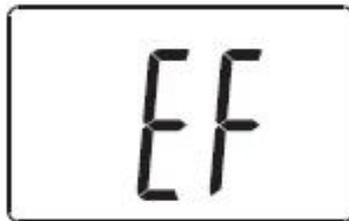

图4
1. 将功能开关设在 **NCV** 档, 屏幕显示“EF”. (参见图4.)